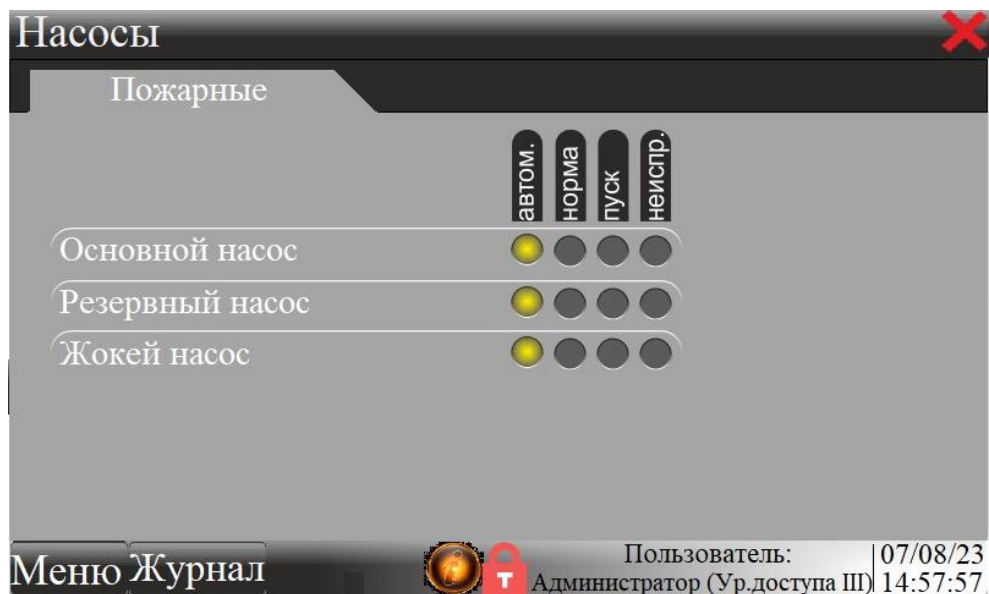

Рисунок 4 – Окно «Насосы»
8.6 Кнопка «Затворы» позволяет перейти в окно состояния устройств контроля положения - рисунок 4. Кнопки «Аналоговые» и «Адресные» позволяют увидеть окна состояний аналоговых УКПЗА и адресных УКПЗА соответственно. Индикаторы «Открыто», «Закрыто», «Среднее», «Обрыв», «КЗ» подсвечиваются в зависимости от состояния контролируемого затвора.